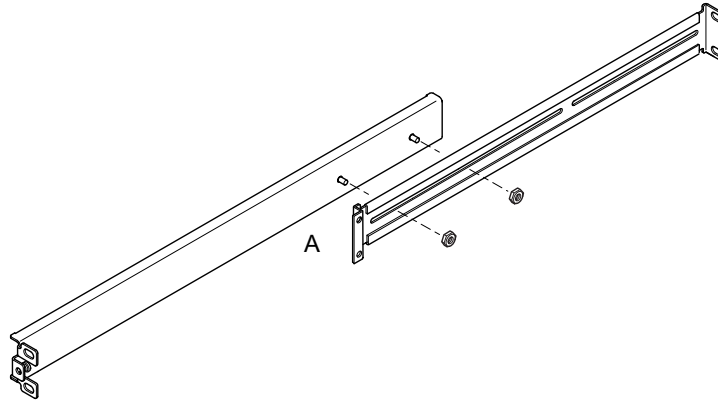

FIGURE 2-3 Placement des supports guidés pour un châssis standard de 19 pouces de largeur
- Pour un châssis standard de 19 pouces de hauteur, elle doit se trouver à l'avant (voir la FIGURE 2-3).